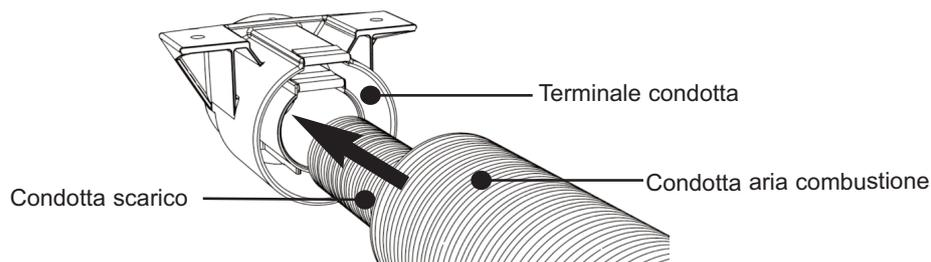

Fig. 15A Collegamento della condotta al relativo terminale
- iii. Spingere la condotta di scarico nella parte posteriore del terminale della condotta (montato nel pavimento del veicolo) finché non procede ulteriormente, (circa 50mm). La condotta **deve essere** spinta completamente in sede. Vedere la Fig. 15A, B e C.